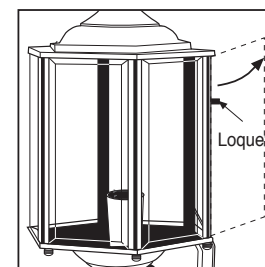

Figure 4
- Si l'applique est à panneau à charnière, soulever le loquet pour ouvrir celui-ci. Insérer la ou les ampoules et reloqueter le panneau (voir la figure 4).